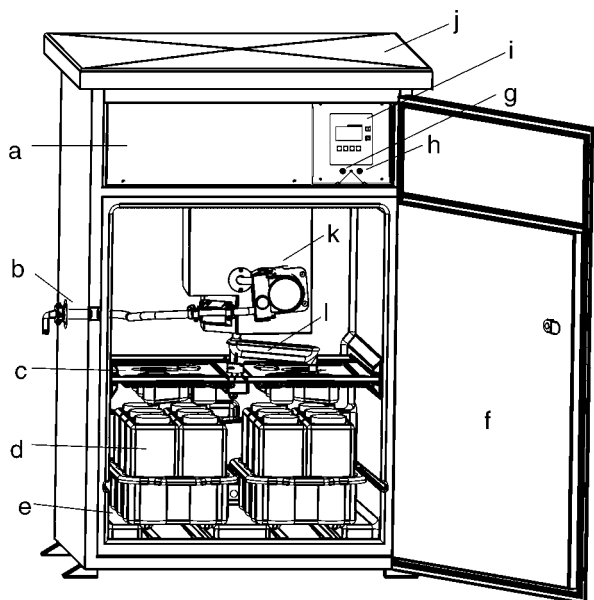

Fig. 2: Aperçu du montage de l'ASP Station 2000 péristaltique
3. Vissez le tuyau de prélèvement au raccord de l'appareil → fig. 2, pos. d.